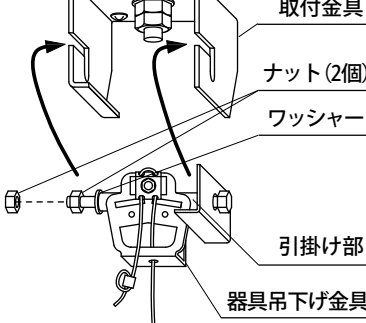

図3
- 5 コードを器具吊下げ金具に付属しているコードストッパーで固定してください。(図3参照)